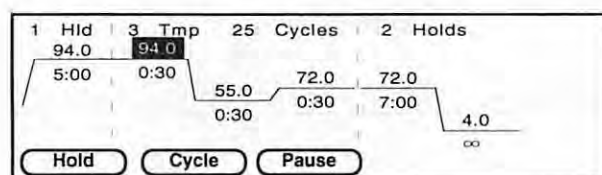

Fig. 2-20 インサートスクリーン
3. **F2** -Insert を押すと、インサートスクリーン(Fig. 2-20)が表示されます。